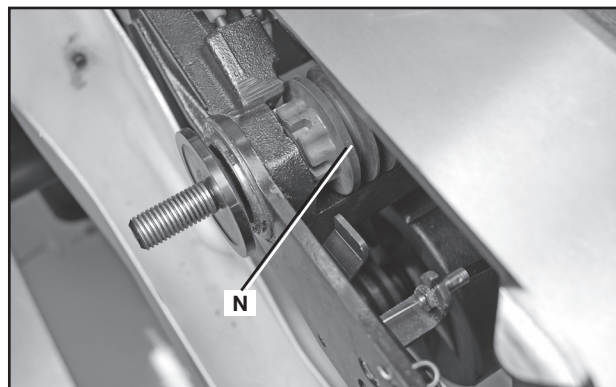

FIG. 88
6. Installer la nouvelle courroie dans les rainures sur la poulie de l'arbre (N) fig. 88 et la poulie du moteur. (PAS D'ILLUSTRATION.)